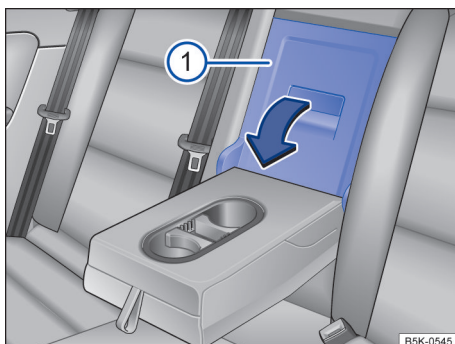

Fig. 172 No encosto do banco traseiro: abertura da tampa para cargas longas.
- Puxe a alavanca de destravamento no sentido da seta e rebata totalmente a capa da tampa → Fig. 172 ① para frente.